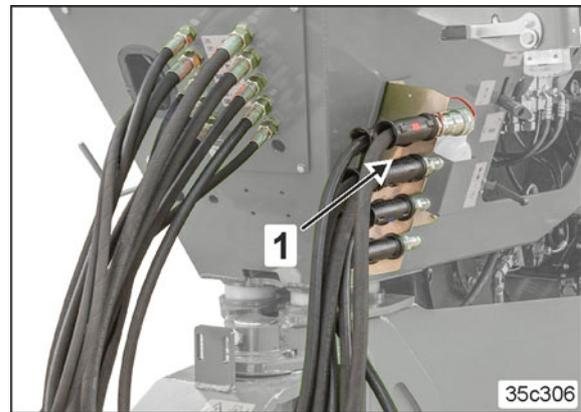

Рис. 118
- Держатель шлангов (Рис. 118/1)